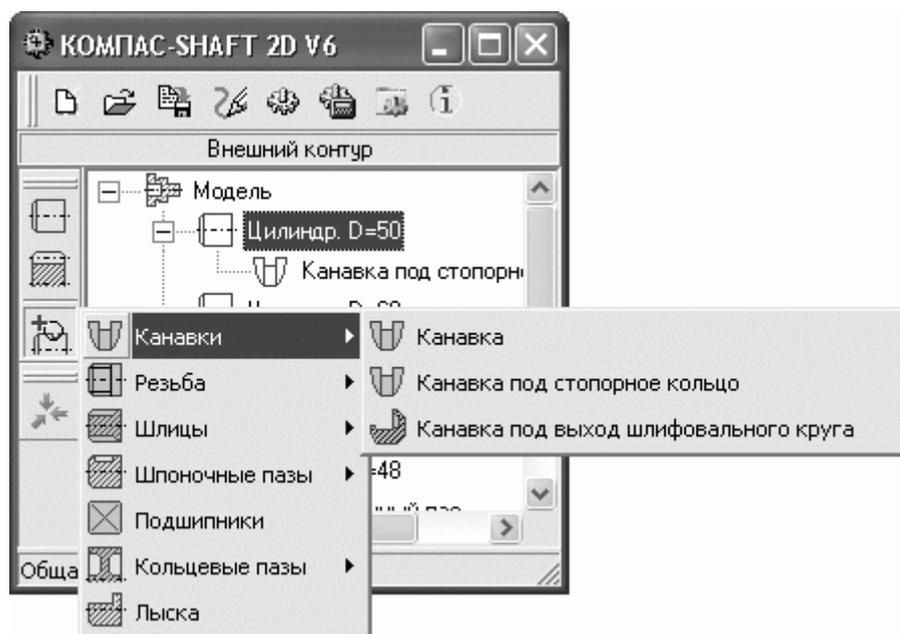

Рисунок 6 - Дополнительные элементы ступеней
5. С помощью команд группы меню Дополнительные элементы ступеней (рис. 6) добавьте на различные ступени те или иные конструктивные элементы. Порядок добавления следующий: